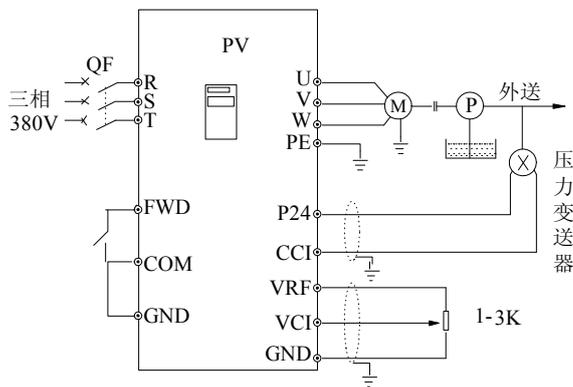
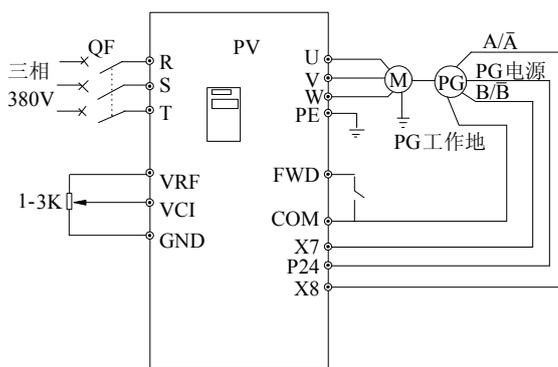
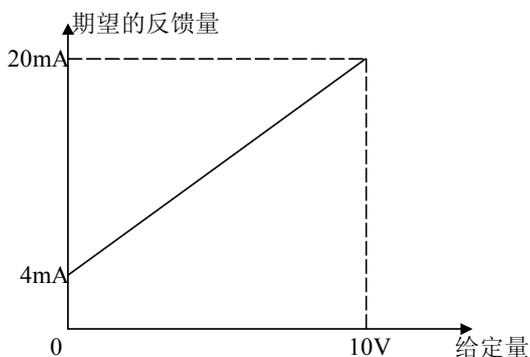

图5-21 内置PI模拟反馈控制系统示意图
图5-22 PG速度闭环控制系统接线图
图5-24 给定量和期望反馈量
常用的闭环控制系统根据反馈量的不同可以分为模拟闭环和脉冲闭环两种形式。如图 5-21 和图 5-22 分别是 EV 系列变频器组成的模拟闭环控制和脉冲反馈闭环控制接线图。
如图 5-21 所示，压力给定量用电位器设定以电压形式通过 VCI 口输入，而压力反馈量以 0 (4)~20mA 电流形式从 CCI 口输入，给定量和反馈量均通过模拟通道采集，由端子 FWD 实现闭环运行的起停。
例如：在图 5-21 中，当给定量为模拟信号 0~10V，期望对应的被控量为 0~1MP，对应的压力传感器信号为 4~20mA，给定量和期望反馈量关系如图 5-24。